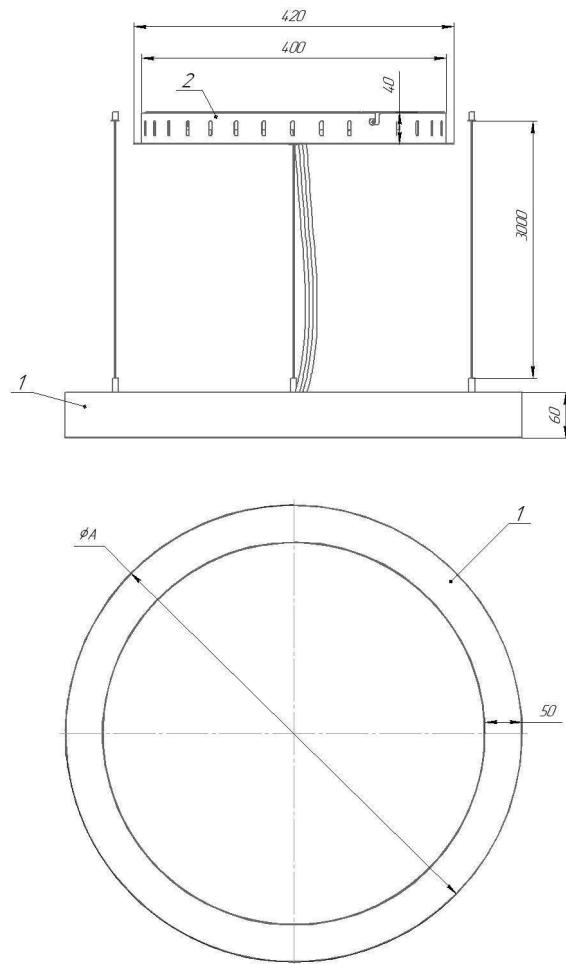

Рисунок 1 - Светильники серии DC033 Horizon Ring
5.17 Снимите защитную пленку с корпуса поз.1 (рисунок 1).